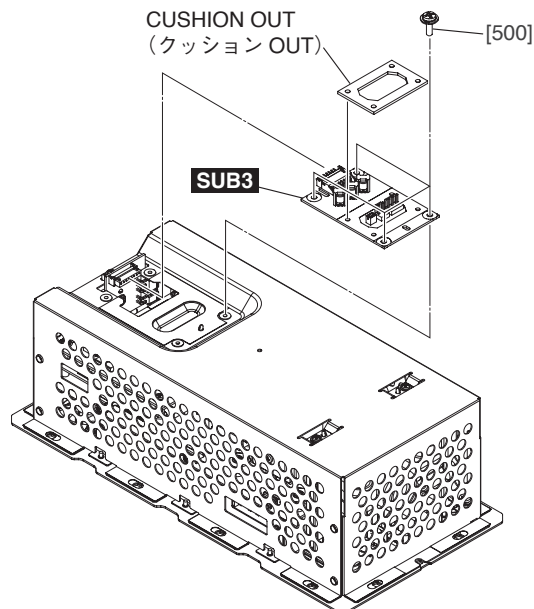

Fig. C-2 (図C-2)
C-2-2 Remove the four (4) screws marked [500]. The SUB3 circuit board can then be removed. (Fig. C-2)
- * *The cushion OUT is not part of the SUB3 circuit board. When replacing the SUB3 circuit board, remove the cushion OUT from the SUB3 circuit board and install it to the new circuit board. (Fig. C-2)*
C-2-2 [500] のネジ 4 本を外して、SUB3 シートを外します。(図 C-2)
※ クッション OUT は、SUB3 シートの構成部品ではありません。SUB3 シートを交換する際には、SUB3 シートからクッション OUT を取り外して、新しいシートに取り付けてください。(図 C-2)